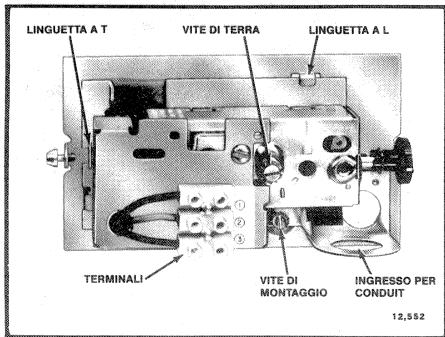

FIG. 2-VISTA INTERNA DELL'UMIDOSTATO.
4. Ricollocare lo strumento sulla basetta servendosi delle apposite lingue come guide e serrare la vite di montaggio (fare riferimento a fig. 2).
Inserire i conduttori attraverso il foro praticato nella basetta posteriore o attraverso il conduit laterale (fare riferimento alla Fig. 2). Se questi non viene impiegato, chiuderlo con l'apposito tappo.